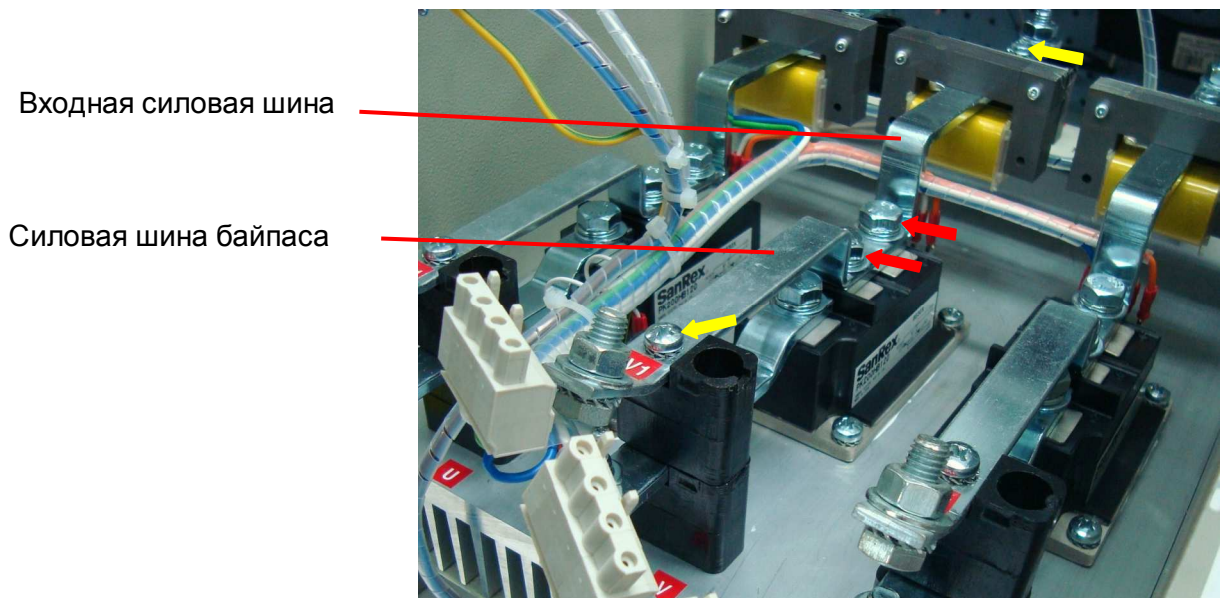

Рис. 7.7
7.1.11. Установить в соответствии с рис. 7.7 силовую шину байпаса и входную силовую шину с установленным датчиком тока.
7.1.12. Вкрутить два болта крепления силовых шин к тиристорному модулю (рис. 7.7, красные стрелки) и два винта крепления силовых шин к изоляционным стойкам (рис. 7.7, желтые стрелки).